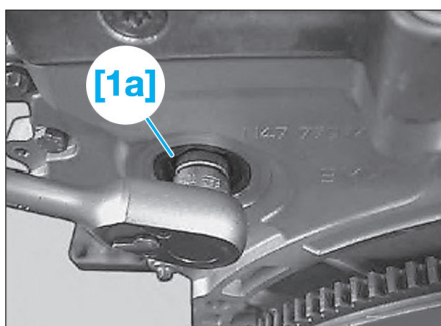

Fig. 62
- Déposer la vis entre la pompe haute pression et le pignon de chaîne comme illustré (Fig.62).